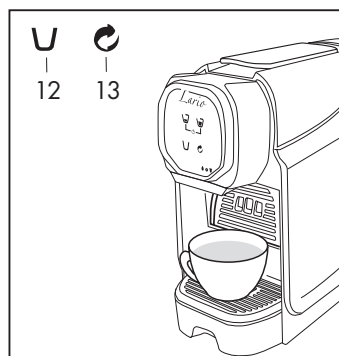

Fig. 13
- Pulse el símbolo (12) para dispensar la bebida (Fig.13) presione otra vez el botón una vez alcanzada la cantidad deseada.
- Pulse el símbolo (13) para activar la función aclarado (Fig.13) pulse otra vez el botón para detener la función.